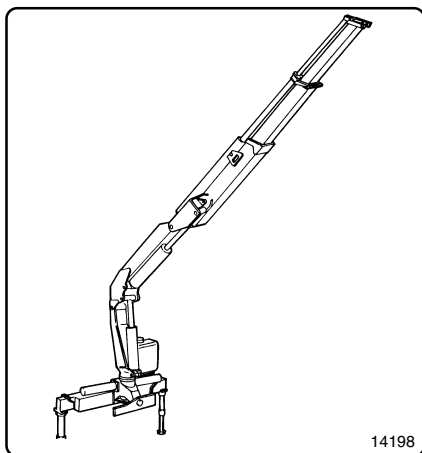

fig. 8.5.13
- a) aprire completamente tutti i martinetti della gru (fig. 8.5.13), compresi gli stabilizzatori, azionando anche la a rotazione a finecorsa (del lato opposto a quello di chiusura della gru).
- a) *fully open all the crane cylinders (fig. 8.5.13), including the outriggers, and slewing system rotating the crane at the stroke end opposit to the crane boom folding position.*